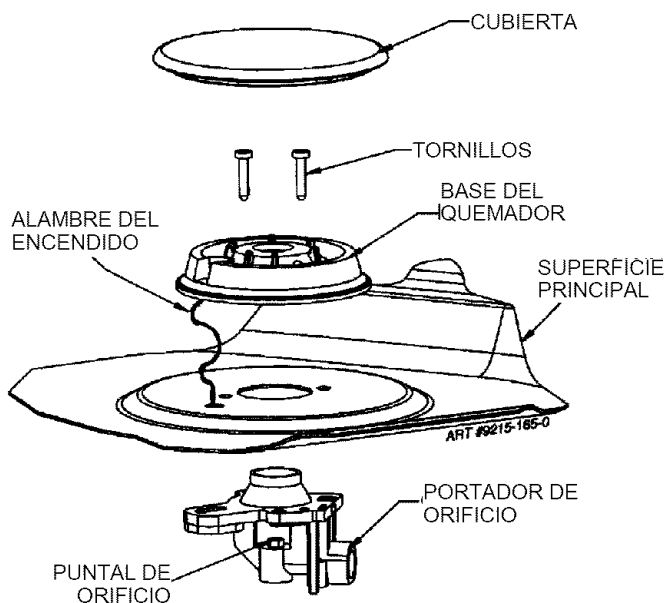

FIGURA 7
Paso 2: Quite la base del quemador sacando los 2 tornillos de 6 orejas (T-15). (Vea la figura 7.) Deje el alambre del encendido sujeto a la base.
Paso 3: Oprima con firmeza un **destornillador** de 7 mm (9/32") sobre los puntales de orificio (figura 7) y afloje los puntales girándolos en sentido contrario al de las manecillas del reloj. Levante cuidadosamente el destornillador de tuercas de la garganta del quemador. Los puntales de orificio deben caer en el hueco. Repita este paso en cada quemador.